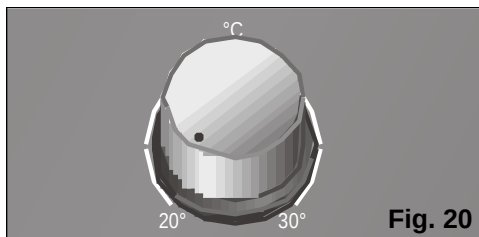

Fig. 20
- ☐ Coloque o termostato na posição de temperatura mínima, **Fig. 20**.